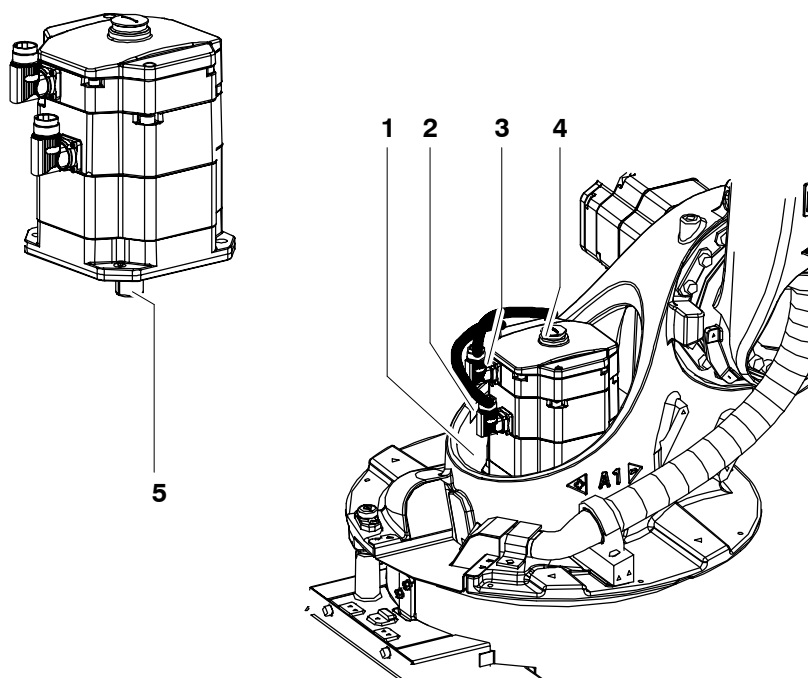

Fig. 119 Entraînement de l'axe majeur A1 (vue d'en haut)
- (2) Desserrer et retirer les connecteurs XM1 (Fig. 119/2) et XP1 (3).
- (3) Dévisser les quatre vis à six pans creux M10x30 (4) sans oublier les rondelles-freins.
- (4) Soulever l'entraînement de l'axe majeur A1 (5).
- (1) Le cas échéant, procéder à la déconservation du nouvel entraînement de l'axe majeur A1.
- (2) Nettoyer les dents (Fig. 119/5) avant le montage pour les graisser légèrement avec du Microlube GL 261.
- (3) Nettoyer les surfaces d'appui.
- (4) Monter l'entraînement de l'axe majeur A1 (4).
Les connecteurs femelles XM1 (2) et XP1 (3) doivent être configurés selon la Fig. 119. Le montage de l'entraînement des axes majeurs A 1 est facilité si on le tourne un peu autour de l'axe de rotation.
- (5) Monter les quatre vis à six pans creux M10x25 (4).
- (6) Serrer en croix avec une clé dynamométrique les vis à six pans creux (4) jusqu'à l'obtention du couple de serrage M_A prescrit en procédant par étapes ($M_A = 45 \text{ Nm}$).
- (7) Desserrer et retirer les connecteurs XM1 (2) et XP1 (3).
- (8) **Pour les robots montés au plafond et au mur :** ramener le robot dans sa position de montage initiale (voir le chapitre 7, "Mise en place, raccordement, échange").
- (9) **Pour les robots montés au sol en position inclinée :** enlever les sécurités contre la rotation du robot autour de l'axe de rotation 1.
- (10) Procéder au réglage du point zéro (voir manuel logiciel KR C4, chapitre "Mise en service", paragraphe "Calibration/Décalibration du robot").